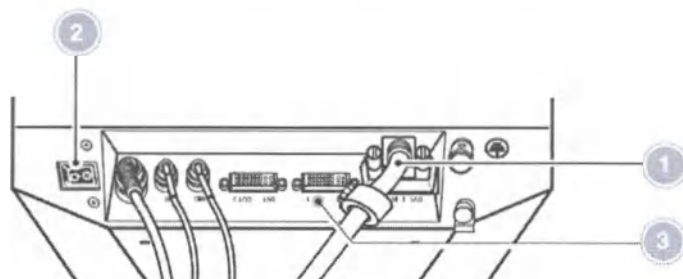

Рисунок 2-20. Видеосоединение и переключатель питания графического дисплея
- Проверьте, чтобы переключатель питания графического дисплея находился во ВКЛЮЧЕННОМ состоянии. См. рисунок 2-20.